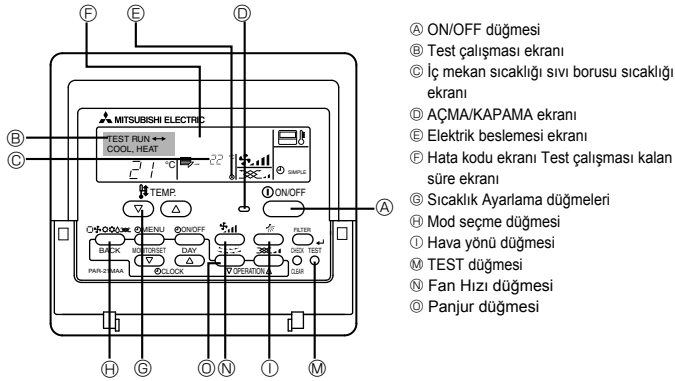

Fig. 7-1
7.2.1. Kablolu uzaktan kumanda kullanarak (Fig. 7-1)